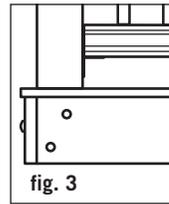

fig. 3
Étape 3 : Placez, mettez à niveau avec un niveau et pincez le poteau de traverse sur la face intérieure de la solive. Remettez à niveau. Le poteau de traverse 4x4 devrait être boulonné à l'intérieur des solives en utilisant deux boulons de carrosserie galvanisés 1/2 x 6 po. Les poteaux de coin utilisent un troisième boulon de carrosserie inséré à traverse la solive adjacente (figure 3).